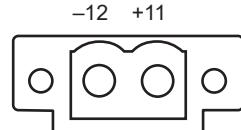

Рис. 5-33: Расположение выводов
- Подключите вспомогательное электропитание (регулирующий сигнал mA) к позиционеру согласно Рис. 5-33.